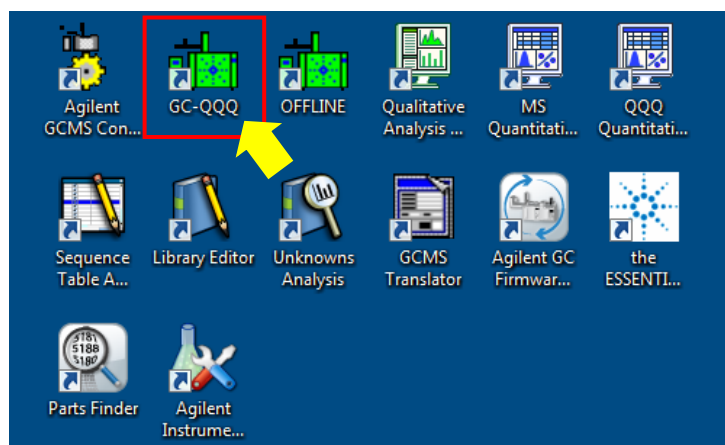

Figura 5. Ícono del *software Mass Hunter Data Acquisition program*.
8.2.10. Ingrese al *software MassHunter Workstation Version B.07.05*. Haga doble *click* en el ícono del "CG-QQQ" que se encuentra en el DESKTOP, como se muestra en la **Figura 5**.